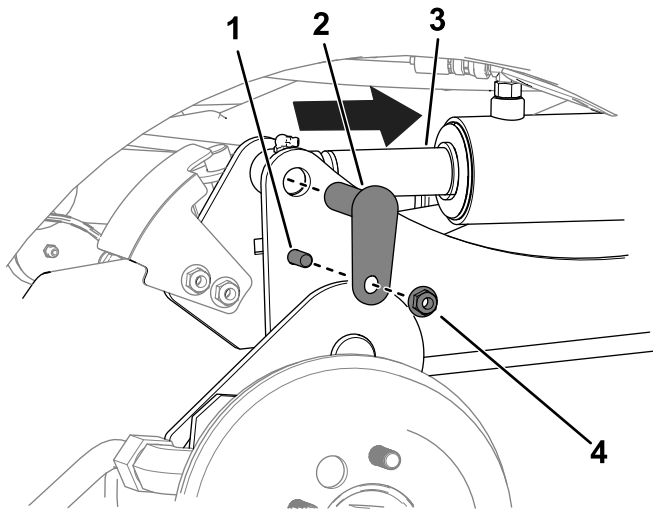

Figura 10
orificios de los brazos de elevación (Figura 10).
D. Utilice 2 pernos ( $\frac{3}{8}$ " x  $1\frac{1}{4}$ " ), 2 tuercas ( $\frac{3}{8}$ " ) y 2 pasadores pequeños para sujetar los brazos de elevación a los cilindros (Figura 10).